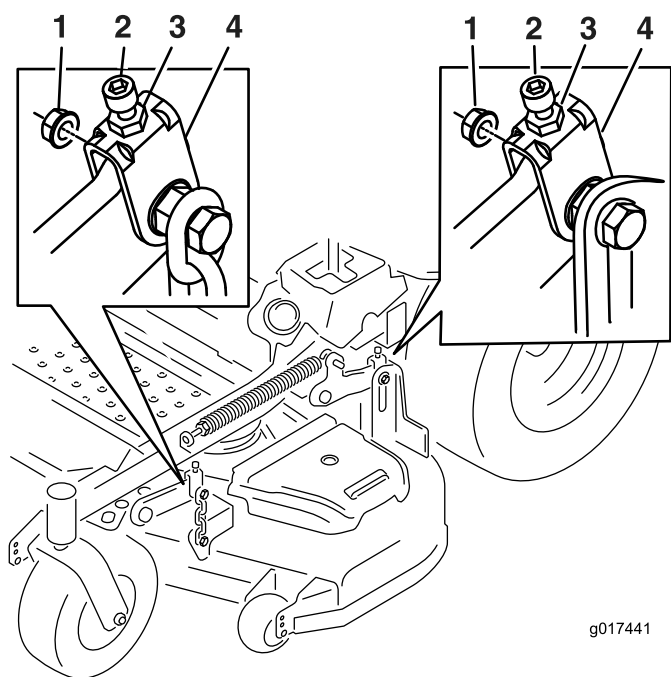

Figura 76
10. Se necessario, allentate il dado whizlock sul lato della forcella e il controdado sulla parte superiore. Mettete a punto la vite di regolazione ruotando fino a un'altezza di 7,6 mm (vedere Figura 76).
16. Mettete a punto la vite di regolazione ruotando fino a un'altezza di 8,3 mm (vedere Figura 76).